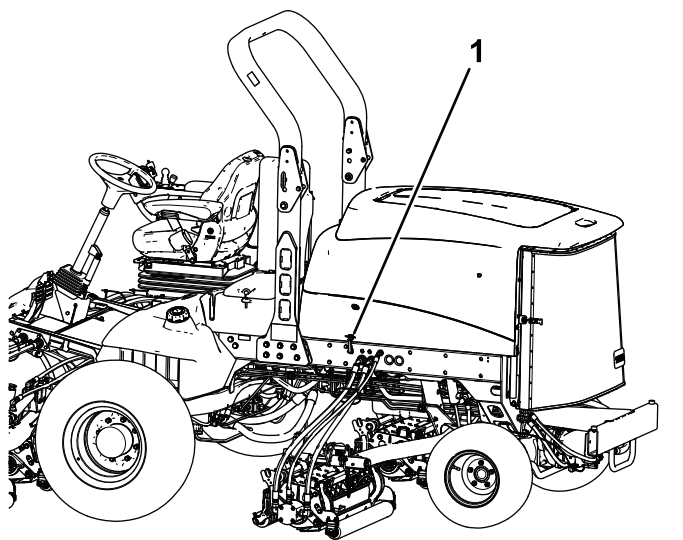

Figura 66
1. Desenganche los cierres del capó (Figura 66) y abra el capó.